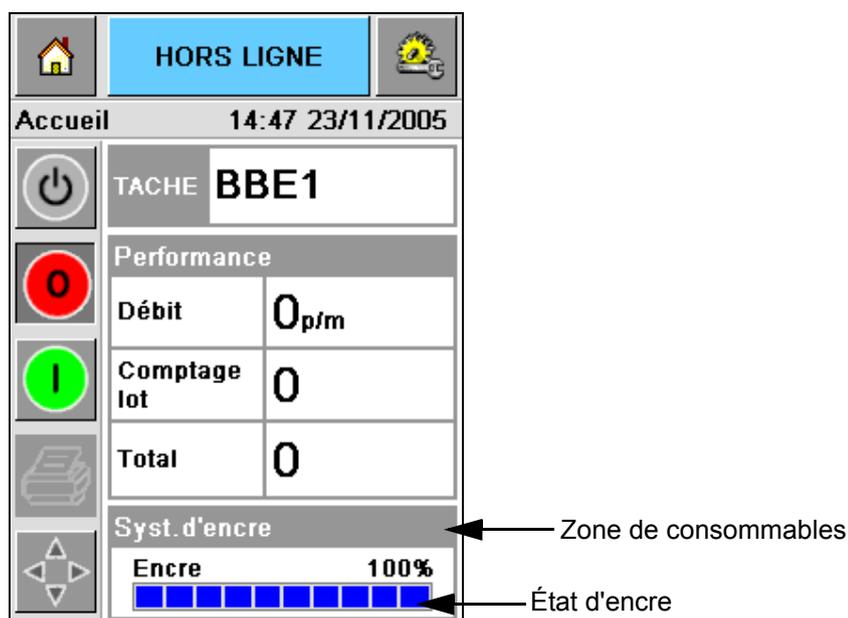
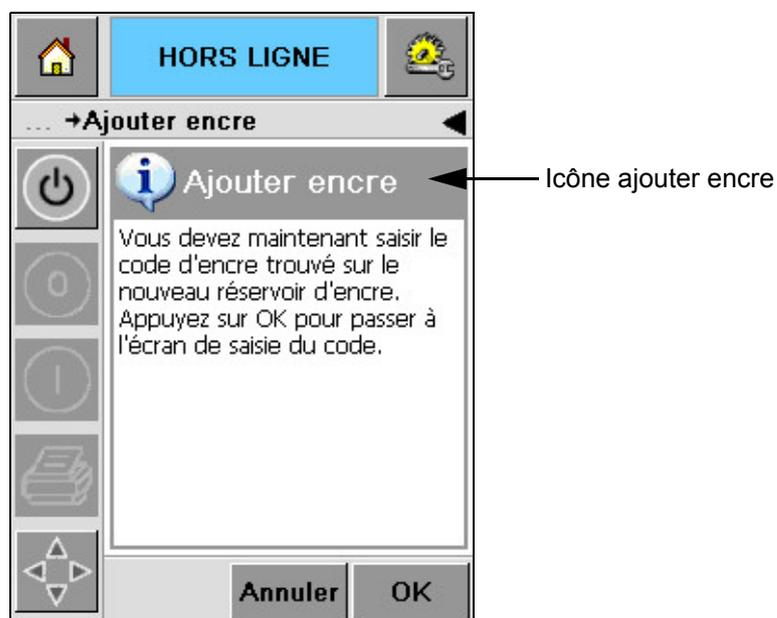
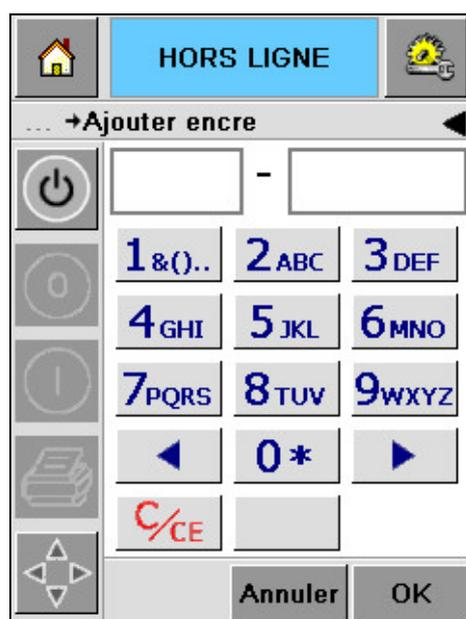

Figure 4-7 : Zone de consommables
Figure 4-8 : Écran de consommables
Figure 4-9 : Écran ajout d'encre
La zone Consommables de l'écran d'accueil affiche une valeur en pourcentage de l'encre restant dans la cartouche d'encre de l'imprimante. Par exemple, consultez la Figure 4-7 à la page 4-7.
L'encre doit être ajoutée lorsque l'avertissement de niveau bas d'encre s'affiche sur l'écran de CLARiTY. La barre d'état d'encre doit afficher moins de 5% (Figure 4-7). L'état de l'encre indiqué sur la barre d'état permet de vérifier que la cartouche actuelle est remplacée lorsqu'elle est complètement vide.
- 1 Touchez la zone *Consommables* sur l'écran d'accueil (Figure 4-7 à la page 4-7). L'écran *Consommables* apparaît (Figure 4-8).
- 2 Touchez l'icône *Ajout encre* (Figure 4-8). L'écran *Ajout d'encre* s'affiche (Figure 4-9 à la page 4-8).